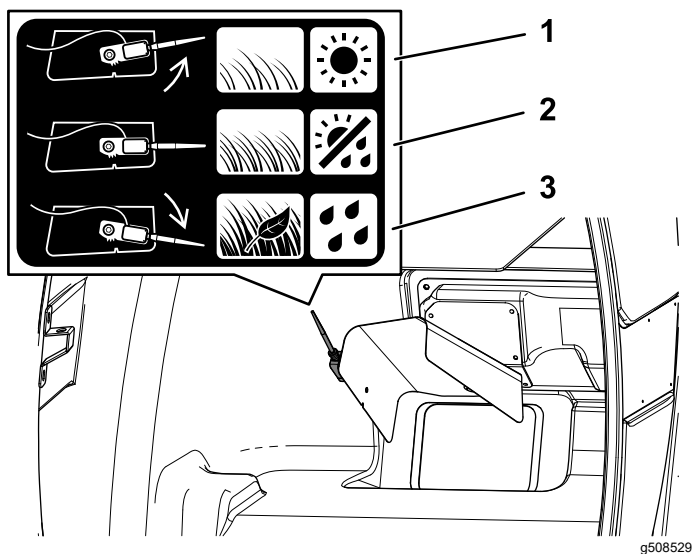

Figura 28
- Pentru iarbă i condiii meteorologice normale, rotiți senzorul în poziția de mijloc (Figura 28).
- Pentru condiii de iarbă umedă i densă, atunci când colectați frunze sau dacă buncărul se umple înainte ca senzorul să fie activat, rotiți senzorul în jos (Figura 28).
- Pentru condiii de iarbă uscată, rară sau dacă puntea mainii de tuns iarba este decuplată înainte ca buncărul să se umple, rotiți senzorul în sus (Figura 28).